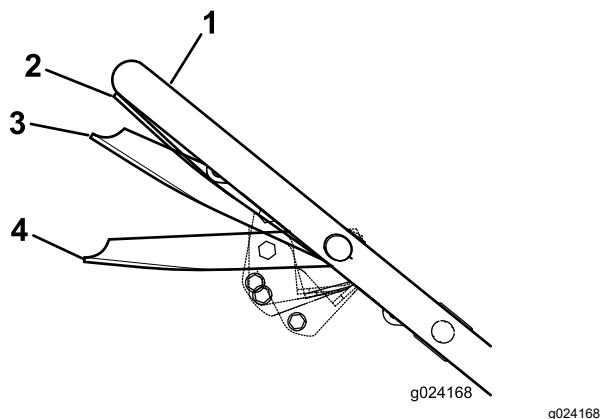

Figure 19
- Serrez la barre de commande contre le guidon en position Marche/Déplacement (Figure 19).
**Important:** Ne changez pas de vitesse lorsque vous serrez la barre de commande contre le guidon en position Marche/Déplacement au risque d'endommager la transmission. Placez la barre de commande en position Marche/Changement (Figure 19) pour changer de vitesse de déplacement.